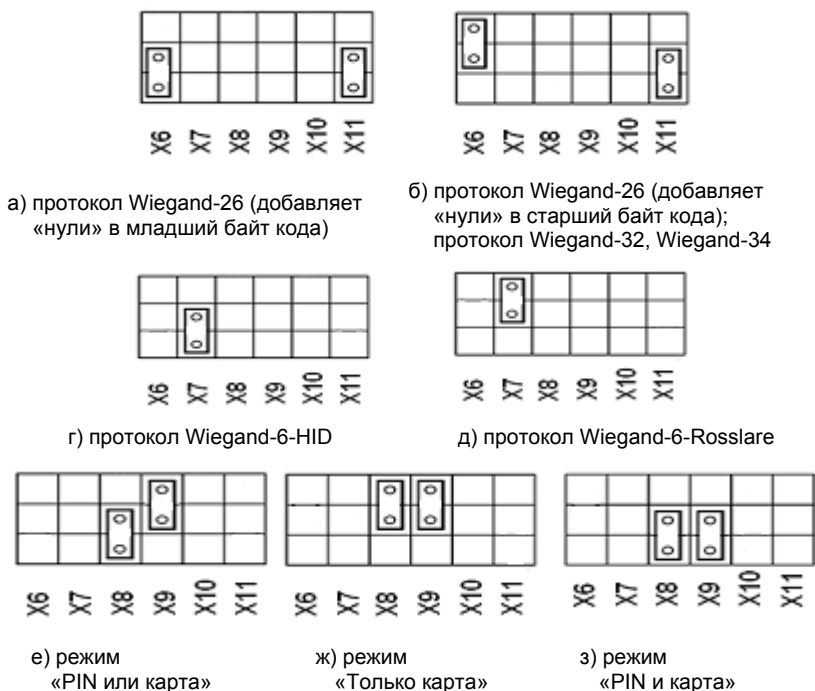

Рисунок 7 – Выбор режима работы адаптера
- в) Установить джамперы (рисунок 6, рисунок 7) в нужное положение;
Отличительной особенностью преобразования сигналов по протоколу «Wiegand-26» является необходимость преобразования 3-байтного кода в 4-байтный код по протоколу «КОДОС». В связи с этим недостающий байт добавляется «нулями» в младший байт кода (XXXXXX00), если перемычка на X6 установлена в положение «вниз» (рисунок 7а) и в старший байт (00XXXXXX), если перемычка на переключателе X6 установлена в положение «вверх» (рисунок 7б).
Протокол «Wiegand-6» требует настройки пользователем путем установки перемычек на соответствующие переключатели: при установке перемычки на переключатель X7, адаптер преобразует сигналы считывателя с клавиатурой, работающей в стандартах «Wiegand-6-HID» или «Wiegand-6-Rosslare»; при этом используется протокол «Wiegand-6-HID», если перемычка на X7 установлена в положение «вниз» (рисунок 7г) и протокол «Wiegand-6-Rosslare» если перемычка на переключателе X7 установлена в положение «вверх» (рисунок 7д).
При установке переключки на переключатель X8 в положение «вниз», а переключки X9 в положение «вверх», адаптер работает в режиме «PIN или карта» (рисунок 7е).
При установке переключек на переключатели X8, X9 в положение «вниз», адаптер работает в режиме «PIN и карта» (рисунок 7з).
При установке переключек на переключатели X8, X9 в положение «вверх», адаптер работает в режиме «Только карта» (рисунок 7ж).